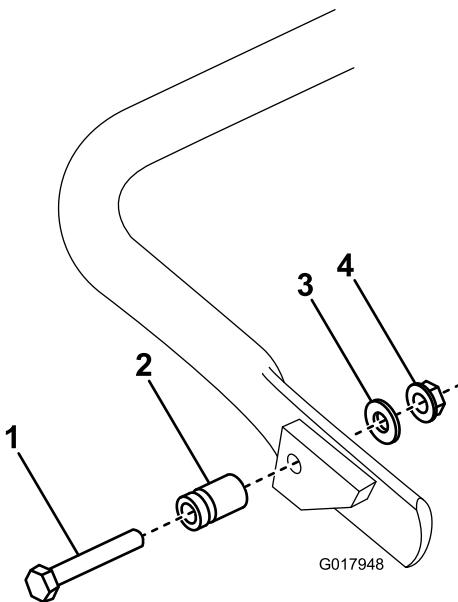

図 7
1. モデル 04056 のみ キックスタンドの右側に図 7、スプリングスタッドを接続する付属部品の中にあるボルト、ワッシャ、フランジナットを使用する。